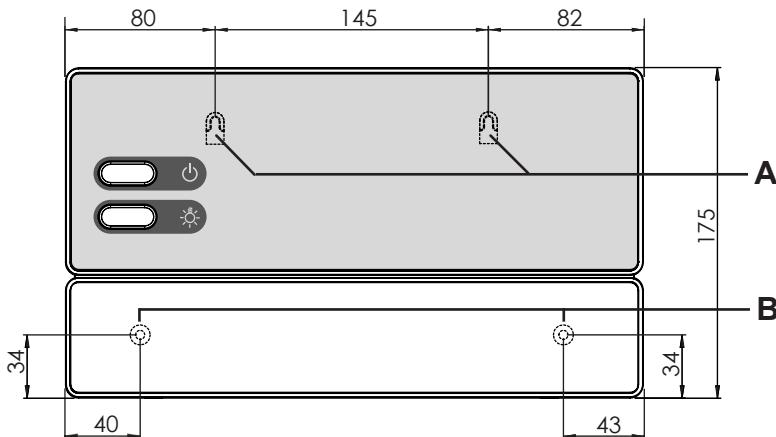

Fig. 1 Posizione del dispositivo di sospensione e dei fori di montaggio (misure in mm)
- Avvitare due viti con intaglio a croce (16 mm) sulla parete della sauna a un'altezza di ca. 1,70 m e lasciandole fuoriuscire per una distanza max di 7 mm. Entrambe le viti devono essere posizionate a una distanza di 145 mm l'una dall'altra (vedi **Fig. 1**).
- Con l'ausilio del dispositivo di sospensione **A**, agganciare il comando della sauna alle viti con intaglio a croce montate (vedi **Fig. 1**).
- Avvitare 2 viti con intaglio a croce (16 mm) nei fori di fissaggio inferiori **B** (vedi **Fig. 1**).